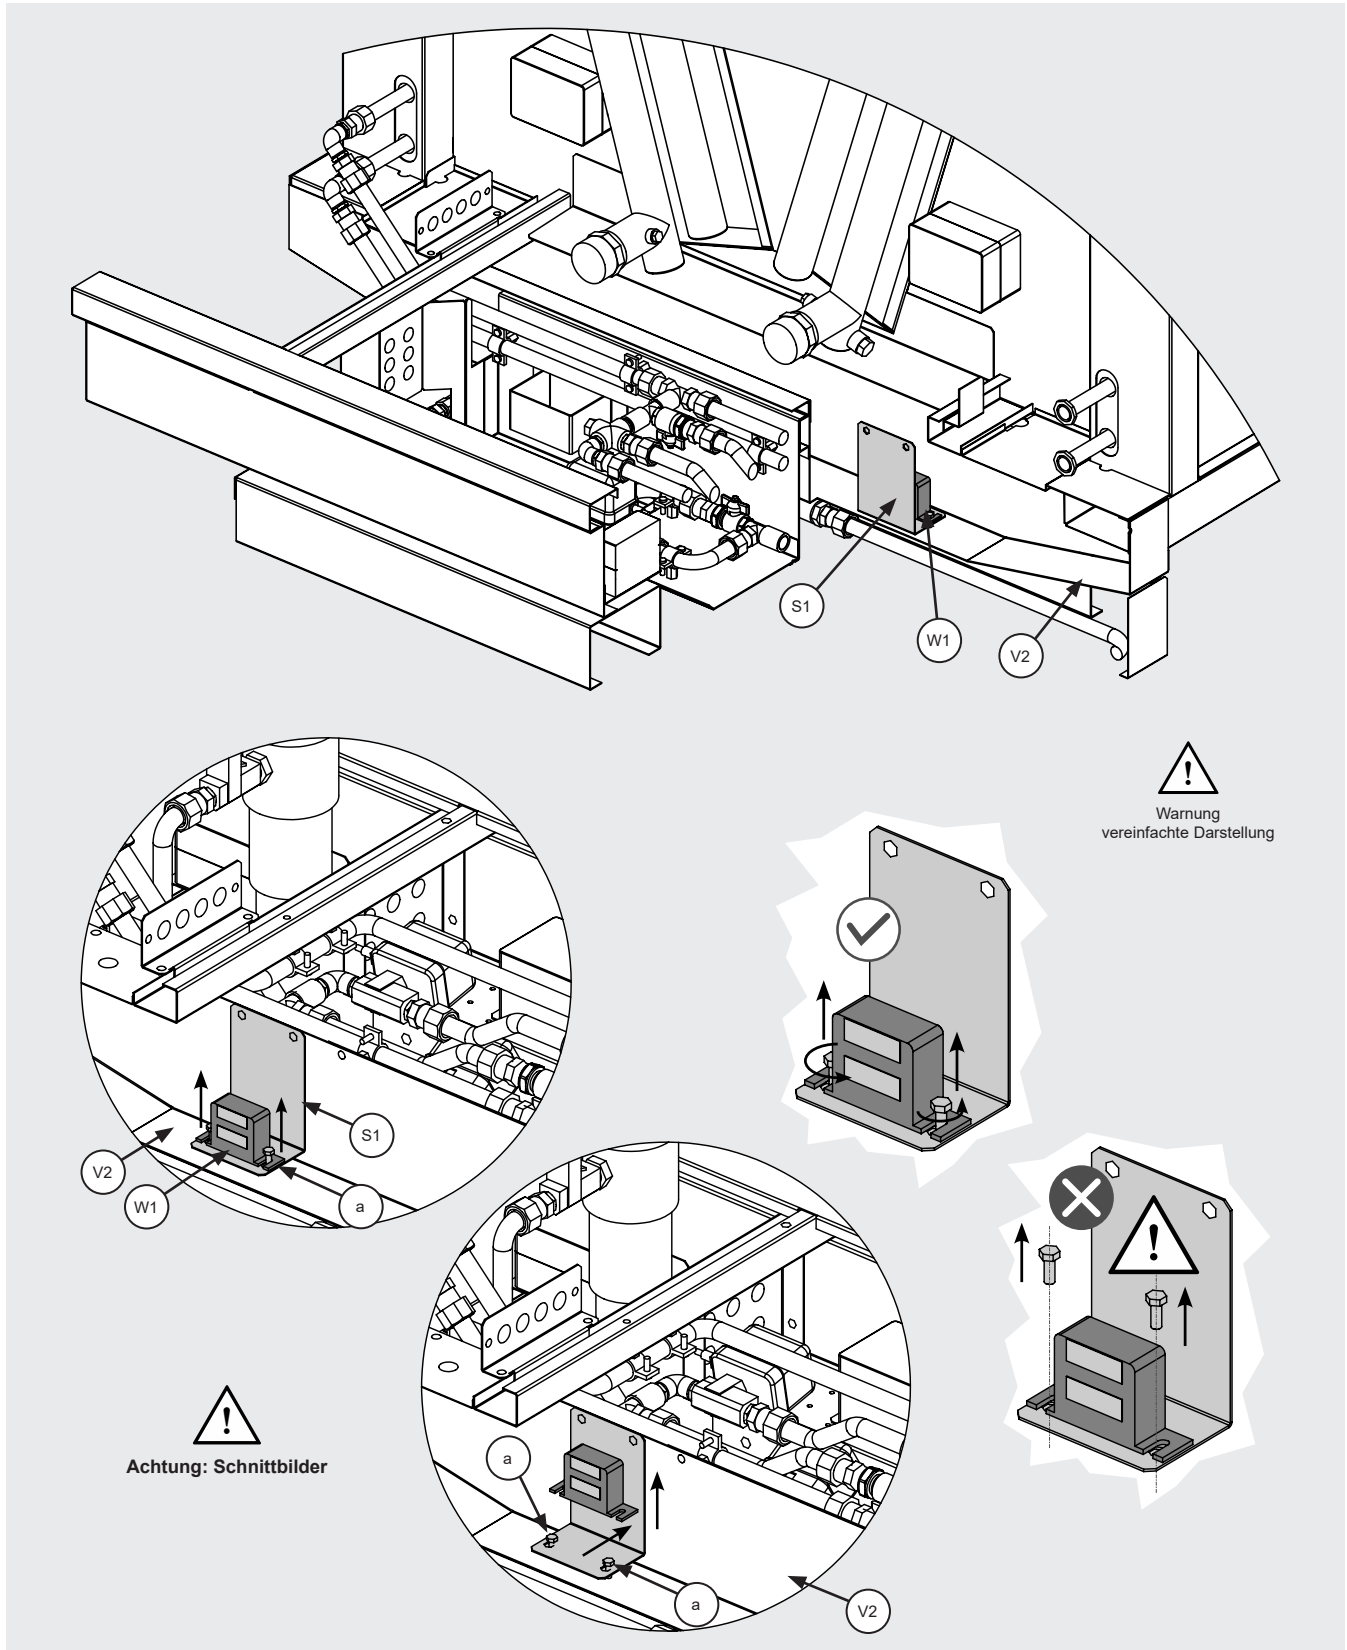

Abbildung 26
- 12.14.4 Zum Austausch des Niveauschalters (W1) siehe Abbildung 26. Der Niveauschalter (W1) befindet sich auf einer Halterung (S1), die ihn in Position hält.